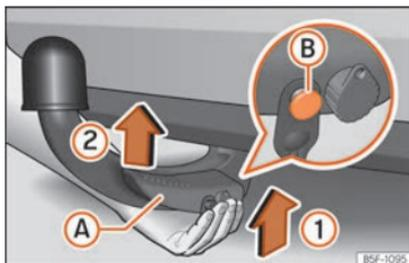

Fig. 172 Colocação do gancho de reboque.
- Segure o gancho de reboque **a partir de baixo** e encaixe-a no alojamento do gancho seguindo o sentido da seta »» Fig. 172 (1) até encaixar de forma audível »» ⚠.
A alavanca »» Fig. 172 (A) roda **automaticamente** no sentido da seta (2) para cima e o perno de desbloqueio (B) sai para fora (a sua parte vermelha e verde fica visível) »» ⚠.
- Ao fixar o gancho de reboque, para evitar trilhar os dedos, recomenda-se manter as mãos retiradas da alavanca »» Fig. 172 (A).